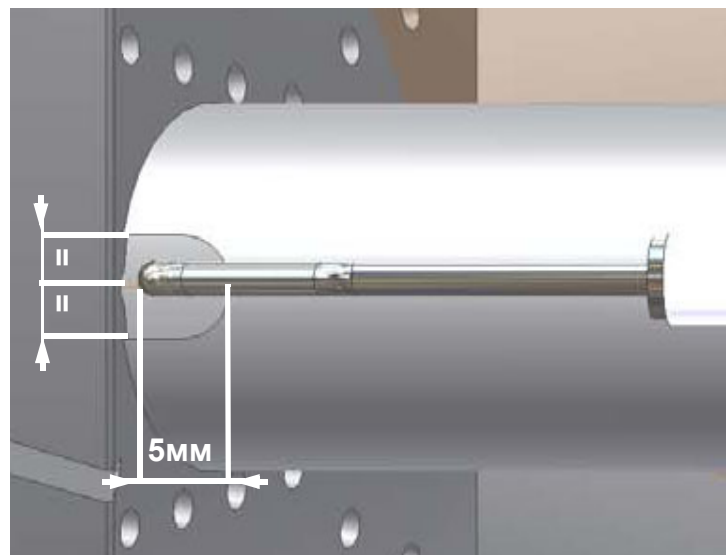

Рис. 12
- 2) отсоединить кабель (CE) электрода (E);
- 4) ослабить винт (B) опоры сопла, который крепит запальный электрод (E) на запальнике горелки (P);
- 5) вынуть электрод и заменить его, выдерживая размеры, указанные на Рис. 12.